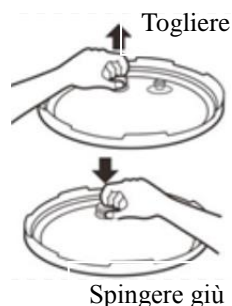

Figura 18
4. Eliminare la valvola di limitazione di pressione (3) prendendola e tirando verso alto. Sciacquare con l'acqua calda ed asciugare.
5. Pulire il coperchio (2) con l'acqua calda con il sapone compreso l'anello di tenuta in gomma (18), il filtro (17), la valvola, la valvola di sicurezza (4) e lasciare ad asciugare per bene.
6. Sulla parte inferiore del coperchio sotto la valvola di limitazione della pressione (3) è un piccolo filtro in metallo (17) che è possibile facilmente togliere ai fini di pulizia (Figura 18).
8. Lavare la pentola interna (6), la griglia (20) e il coperchio dal vetro temperato (21) con l'aiuto di una spugna non abrasiva e lasciare ad asciugare all'aria o utilizzare un panno da cucina. Si sconsiglia utilizzare qualsiasi tipo di paglietta in ferro che potrebbe raschiare la superficie antiaderente della pentola interna (6).
Togliere il filtro (17) tirando nel senso verticale e pulirlo. Nel caso in cui si vuole di nuovo bloccare il filtro, semplicemente inserire il filtro (17) e spingere giù per bloccarlo (Figura 18).